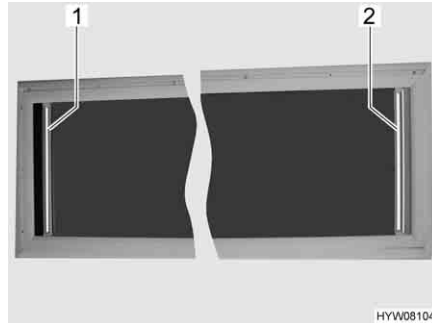

Fig. 108 Fenêtre projetante dans le toit
- Saisir le dispositif occultant plissé (Fig. 108,2) par le centre de la barre-poignée, tirer vers l'extérieur, et lâcher à la position désirée. Le dispositif occultant plissé reste alors à cette position.
- Saisir le dispositif occultant plissé (Fig. 108,2) par le centre de la barre-poignée et pousser lentement jusqu'en position initiale.
- Saisir la moustiquaire par le centre de la barre-poignée (Fig. 108,1), tirer vers l'extérieur, et lâcher à la position désirée. La moustiquaire reste alors à cette position.